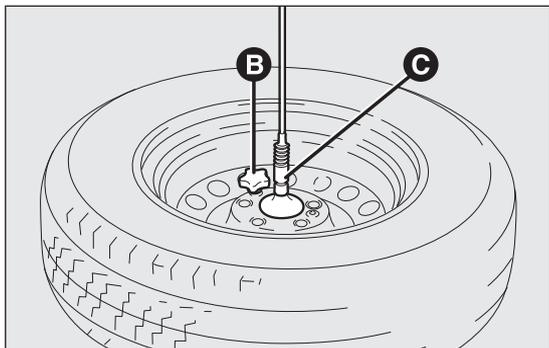

fig. 119
- enlever le capuchon B fig. 119 et détacher le câble de retenue, puis libérer la roue du support cranté C en dévissant les 2 vis ;